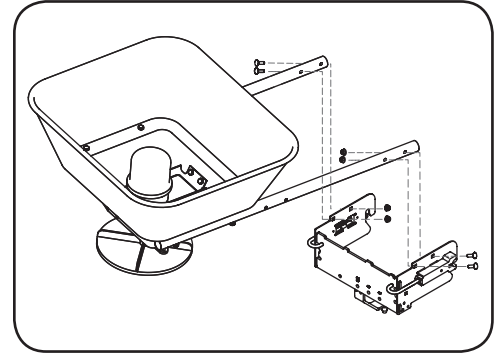

Figura 1-8
6. Utilice dos tornillos de carro y contratueras por lado para fijar los extremos hundidos de los tubos del bastidor simple a la parte superior del soporte de enganche de conexión fácil. Vea la Figura 1-8.